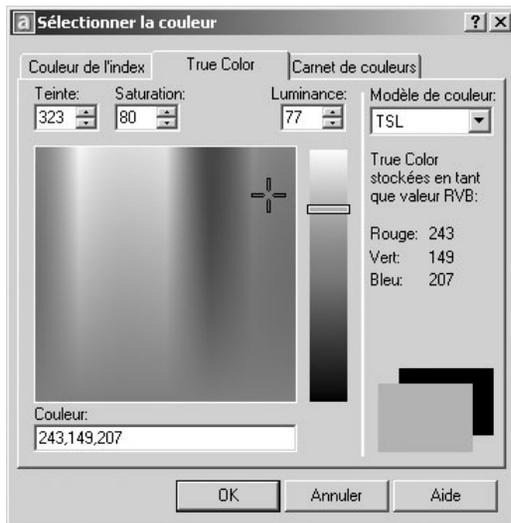

Fig.6.32
- ▶ **True Color** (True Color) : définit des paramètres de couleur à l'aide des couleurs True Color (24 bits), avec le modèle de couleurs Teinte, Luminosité, Saturation (TLS) ou avec le modèle Rouge, Vert, Bleu (RVB). La fonctionnalité True Color permet d'utiliser plus de 16 millions de couleurs (fig.6.32)